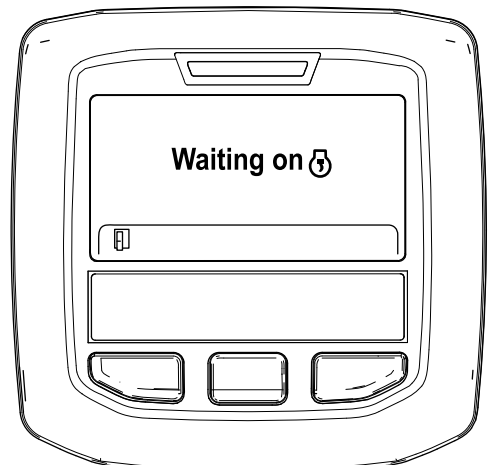

Figura 43
- B. Surge a mensagem "Waiting on [engine icon]" (À espera de) (**Figura 43**).